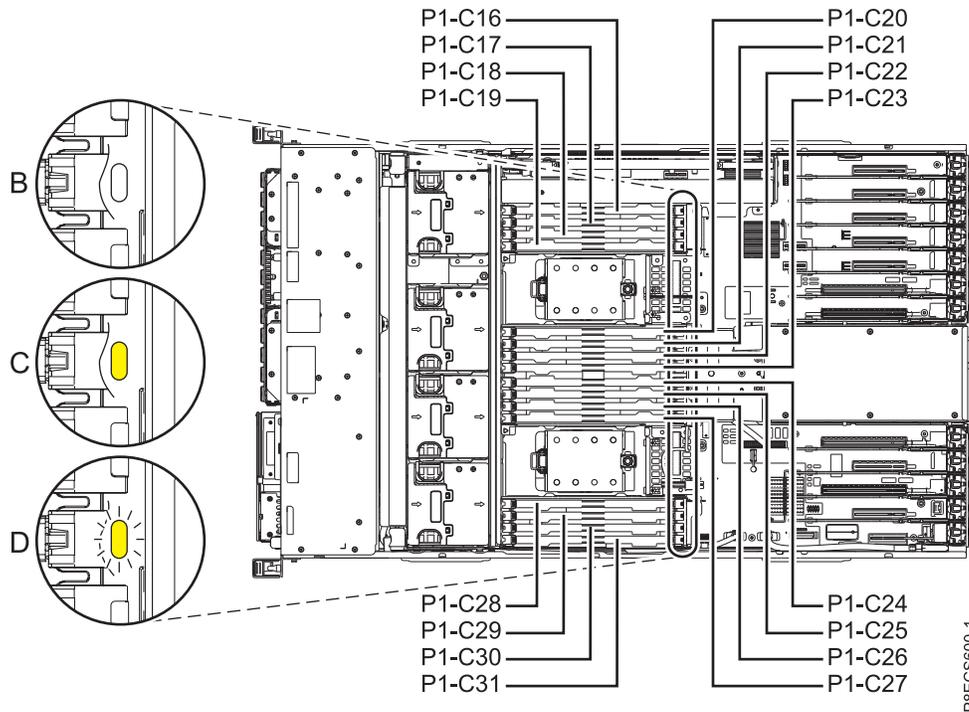

Figura 4. Ubicaciones de módulos de memoria e indicadores de servicio del sistema 8247-42L, 8286-41A o 8286-42A
1. Si extrae el módulo de memoria como parte de otro procedimiento de servicio, vaya al paso 3 en la página 8. Las ranuras de módulo de memoria están situadas en la placa posterior del sistema. Las ranuras del módulo de memoria se pueden ver después de extraer la cubierta de servicio y el deflector de aire, como se indica en este procedimiento. Las etiquetas situadas en el sistema muestran los códigos de ubicación del módulos de memoria. Figura 4 en la página 8 muestra las ubicaciones y los indicadores de servicio para módulo de memoria en el sistema 8247-42L, 8286-41A o 8286-42A.